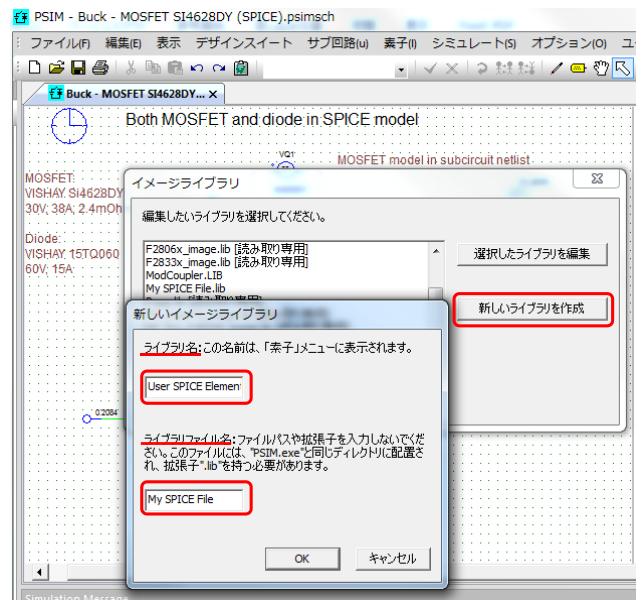

図 2-3 新しいライブラリ作成の入力画面
- ・ PSIM メニューの **編集>>ライブラリ編集>>ライブラリファイルの編集** で開くイメージライブラリのウィンドウで “新しいライブラリを作成” をクリックします。(図 2-3 を参照してください)